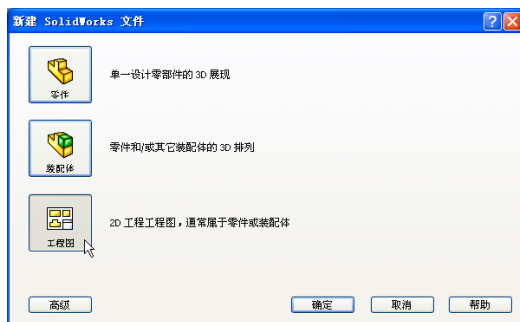

图 14-1 “新建 SolidWorks 文件”对话框
① 新建文件。选择菜单栏中的“文件”→“新建”命令，或者单击“标准”工具栏中的“新建”图标按钮，此时系统弹出如图 14-1 所示的“新建 SolidWorks 文件”对话框。